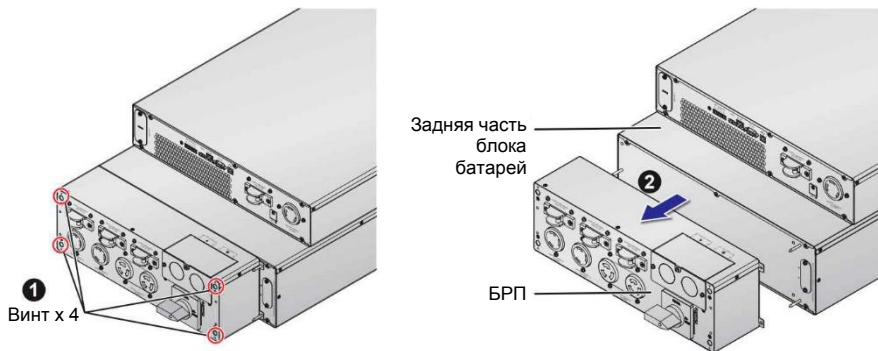

Рисунок 6-11. Демонтаж БРП
- 1 Открутите четыре крепежных винта БРП (см. **рис. 6-11_1**).
- 2 Демонтируйте БРП с задней части батарейного блока (см. **рис. 6-11_2**).